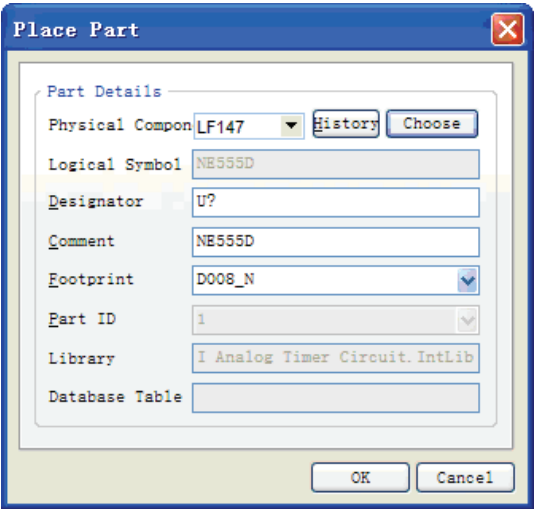

图 7-2 放置元件对话框
(1) 执行菜单命令【Place】→【Part...】或单击布线工具栏的按钮，弹出放置元件对话框，如图 7-2 所示。
(2) 如果已经知道欲放置元件在已加载元件库中的准确名称和封装代号，可以直接在放置元件对话框中输入相关内容。其中，元件名称（Physical Component）栏中输入所放置元件